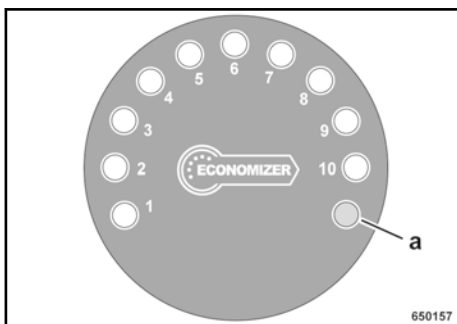

Fig. 73
Primero el sistema ejecuta un ensayo de los LEDs. Los LEDs se conectan gradualmente comenzando con LED (1) → Fig. 73. Cuando todos los LEDs están iluminados, la indicación se vuelve a apagar gradualmente.